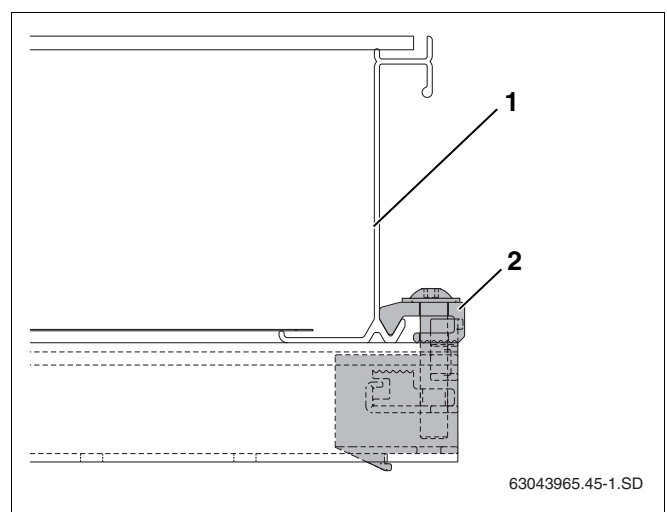

Fig. 46 Tendeur unilatéral vissé
- Glisser le capteur (fig. 46, **pos. 1**) avec précaution dans le tendeur unilatéral et le positionner horizontalement.
- Visser le tendeur unilatéral avec la clé plate SW5 (fig. 46, **pos. 2**).
Le serre-flanc (fig. 46, **pos. 2**) du tendeur s'insère maintenant dans le bord inférieur du capteur.